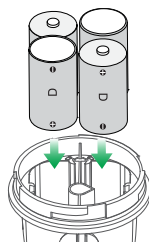

Figura 2
2. Coloque las baterías según las marcas de polaridad (+ y -) indicadas dentro del compartimiento para pilas (ver Figura 2).